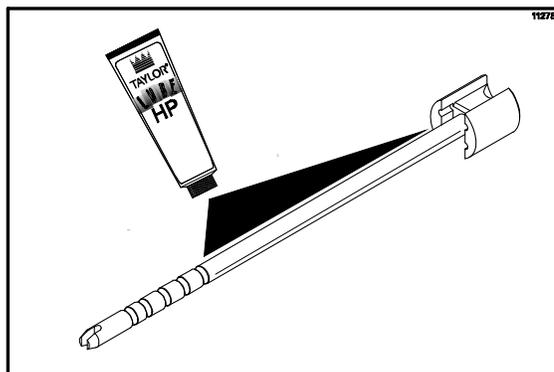

図123
13. スピナーブレードのシャフト部分の溝の手前までループを塗ります(図123を参照)。